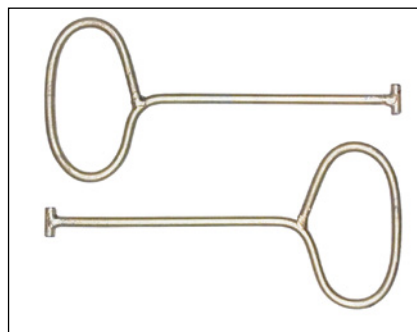
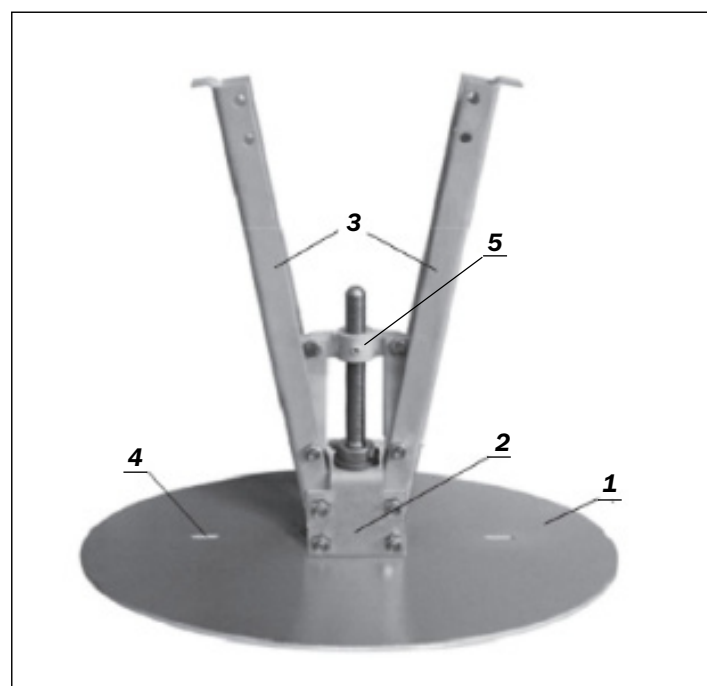

Рисунок 1.3 – Крюки для установки (извлечения) УЗНКЛ.
Рисунок 3.1 – УЗНКЛ в сборе
1.4 Установку (извлечение) разблокированного УЗНКЛ в корпус люка осуществлять с помощью двух крюков (рисунок 1.3), Т-образные концы которых вводить в пазы плиты УЗНКЛ (см. рисунок 3.1).